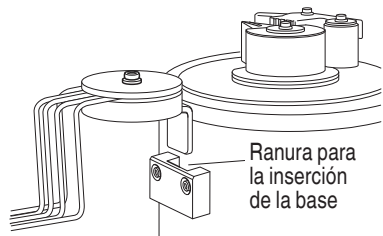

Fig. 48
- (1) Inserte la base del protector de desviación en la ranura de la cortadora/curvadora de varillas. (Fig. 48)